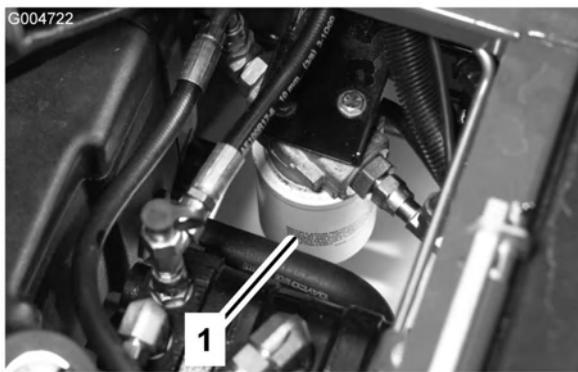

Figure 69
- Nettoyez la surface autour de la surface de montage du filtre. Placez un bac de vidange sous le filtre et enlevez le filtre (Figure 69).